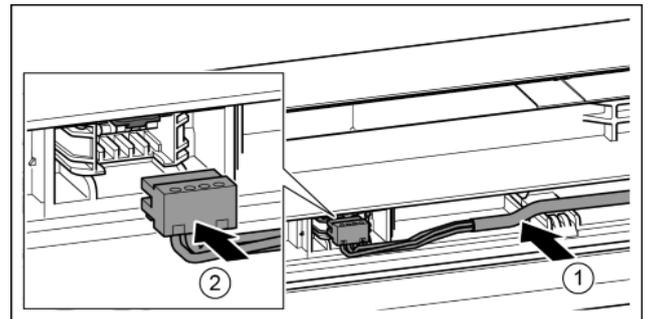

Fig. 41
- ▶ Inserire il cavo grigio nella guida nella porta superiore. *Fig. 41 (1)*
- ▶ Innestare la spina. *Fig. 41 (2)*